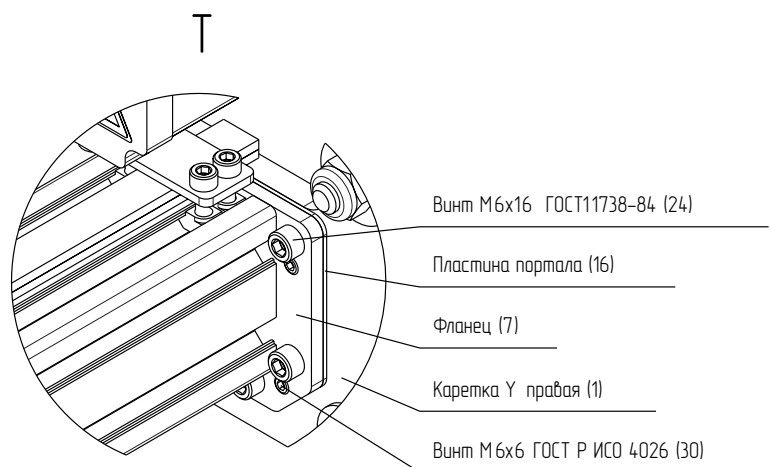

Рисунок 22 — Крепление кареток Y к профилю портала.
5. Прикрепить каретку Y правую (поз. 1) и каретку Y левую (поз. 2) к фланцам (поз. 7) винтами M6x16 ГОСТ 11738-84 (поз. 24) (винты не затягивать). Между каретками и фланцами расположить пластины портала (поз. 16) (см. рис. 22). Вкрутить в резьбовые отверстия M6 фланца (поз. 7) винты M6x6 ГОСТ Р ИСО 4026 (поз. 30) (винты предназначены для регулировки перпендикулярности портала относительно станины).